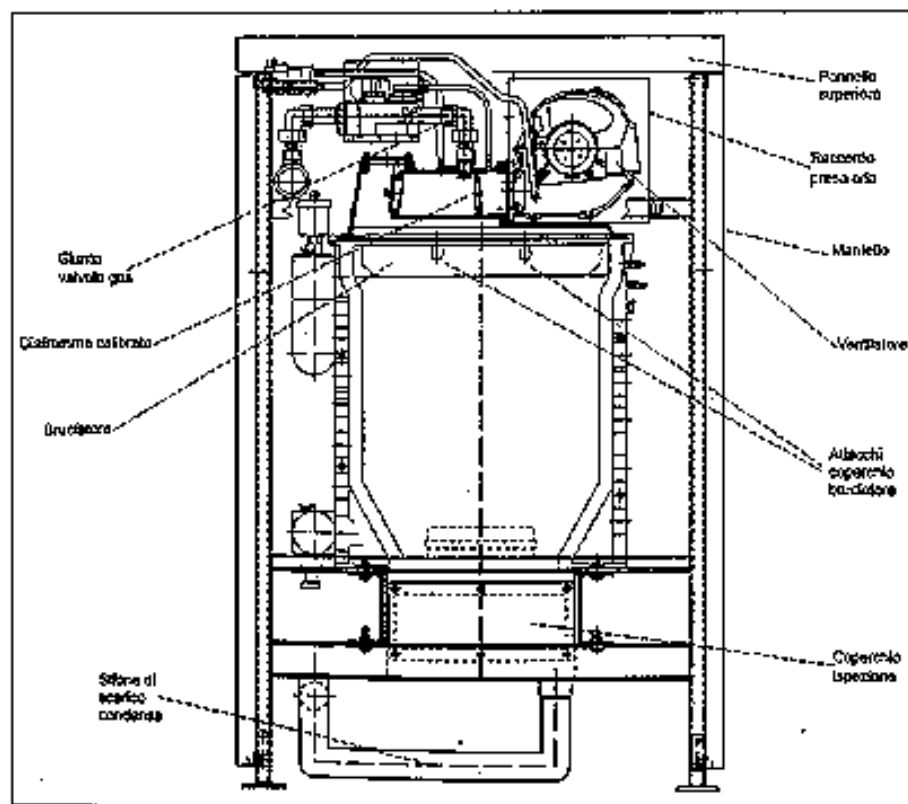

Figura 13: Vista frontale per scopi di manutenzione
- rimuovere il coperchio d'ispezione (vedi figura 13)